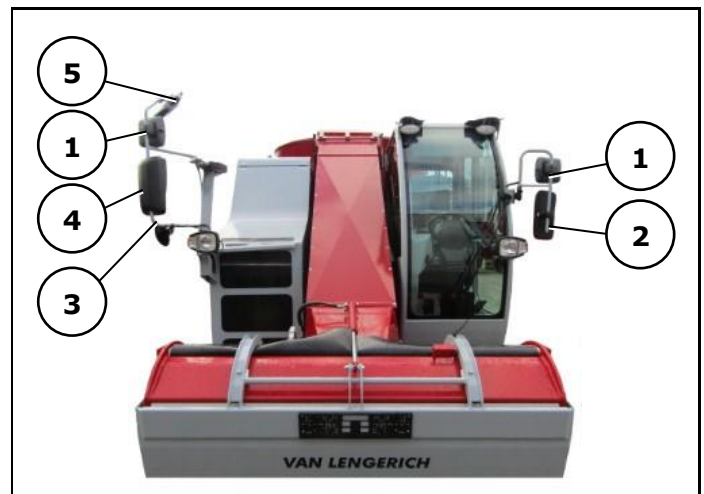

Abb. 5-112: Spiegelübersicht
1. Wahlschalter (2) in Position (3) stellen.
2. Durch Betätigen nach rechts und links des Wahlschalters (2), den rechten Außenspiegel (Abb. 5-112/4) verstellen.
3. Wahlschalter (2) in Position (1) stellen.
4. Durch Kippen und Neigen des Wahlschalters (2) wird der Spiegelarm ein/ausgeschwenkt (Abb. 5-112/3).
- Um den Spiegel nicht ausversehen zu verstellen, Wahlschalter (2) immer zurück in die neutrale Position (4) stellen.